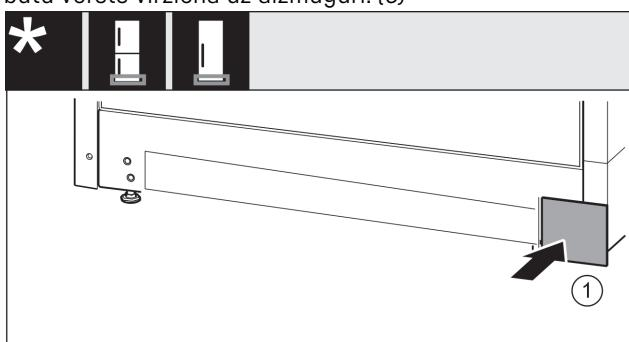

Fig. 37
- Uzlieciet atpakaļ pārsegu otrajā pusē. Fig. 37 (1)